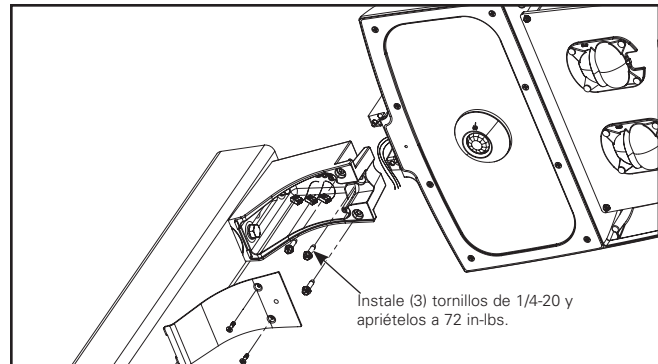

Figura 3.
- Doble los cables de la luminaria firmemente hacia la puerta de la luminaria cuando deslice la luminaria sobre el brazo de montaje. Instale los (3) tornillos de 1/4-20 x 1" y apriételos a 6 ft-lbs. Apriete primero el tornillo central como se muestra en (Figura 3).
- Nota:** Asegúrese de que los cables de suministro de la luminaria no queden atrapados entre la cubierta y el brazo de montaje como se muestra en (Figura 3 y 5).
- Instale los (3) tornillos de 1/4-20 x 1" y apriételes a 6 (Ft-lbs). Primero apriete el tornillo central como se muestra en (Figura 3.) e instale el tapón plástico sobre el tornillo central. (Figura 3.)
- Meta los cables en la luminaria e instale la puerta de la luminaria. Apriete los (8) tornillos de la puerta de la luminaria a 20 in-lbs. (o apriete los tornillos de ajuste manual de la puerta).